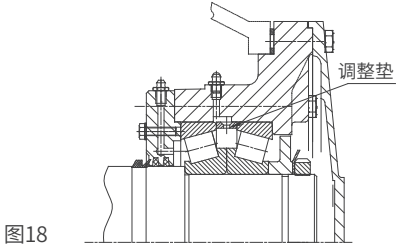

图18
- ③如果轴封是机械密封，须拆下机械密封；轴封是填料密封的，拧松压盖螺栓即可。
- ④将水环真空泵传动端朝上，立式放于两垫块上（见图15），逐一拆卸其它零件。如果现场条件受到限制，可以采用卧式装拆（见图18）。
2BE1 303~2BE1 705轴向定位轴承游隙由两个锥轴承之间的调整垫的厚度而定。见图18。